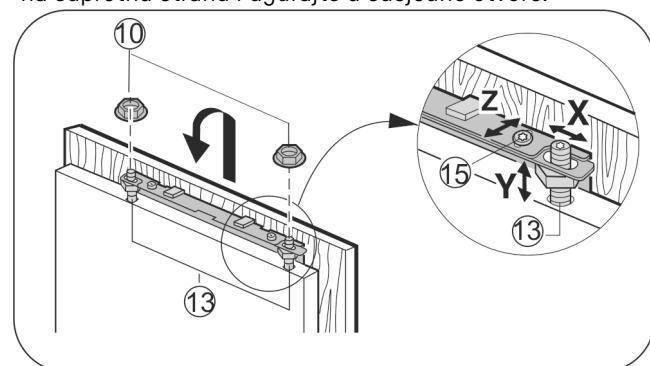

Fig. 27
- Vrata kuhinjskog elementa objesite na svornjake za podešavanje Fig. 27 (13), a protumatice Fig. 27 (10) labavo navrnite na svornjake za podešavanje.
- Poravnajte vrata namještaja u visinu **Y** i prema bočnom nagibu: Podesite svornjake za podešavanje Fig. 27 (13) pomoću odvijača.
- Stegnite protumatice Fig. 27 (10).